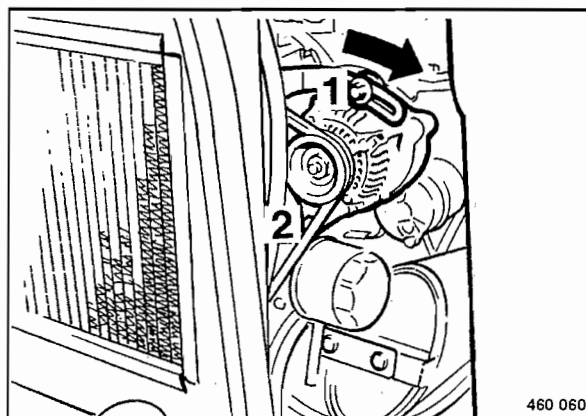

Fig. 96
- Soltar ligeramente los tornillos de fijación 1 y 2 (Fig. 96).